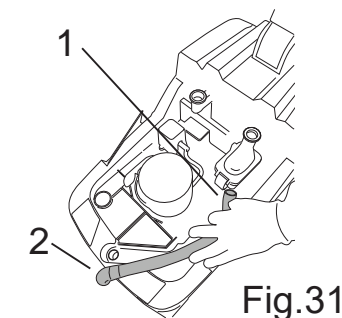

Fig.31
- Отсоедините шланг от распределительного клапана (рис. 31 - поз. 1) и от переднего скребка (рис. 31 - поз. 2).